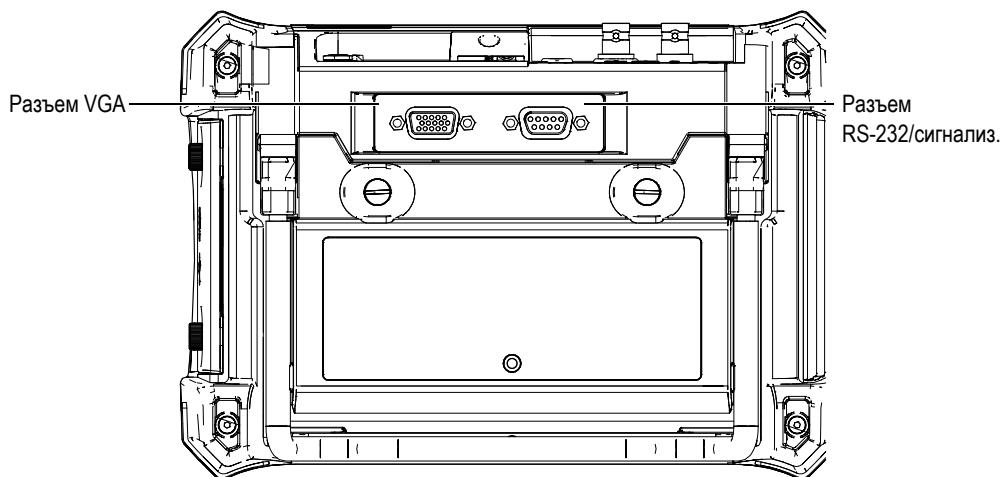

Рис. 9-1 Разъем RS-232/сигнализации и выход VGA
2. Подсоедините дополнительный кабель 600-C-VGA-5 (U8780298) к разъему VGA прибора EPOCH 600 (см. Рис. 9-1 на стр. 150), а затем к устройству VGA.
EPOCH 600 оснащен последовательным портом (RS-232), объединенным с Alarms (Сигнализ.) на том же разъеме (см. Рис. 9-1 на стр. 150). Последовательный порт использует контакты на комбинированном разъеме RS-232/Alarms (Сигнализ.), расположенным на задней стенке прибора. Через последовательный порт EPOCH 600 можно подсоединить к компьютеру для использования интерфейсной программы GageView Pro.